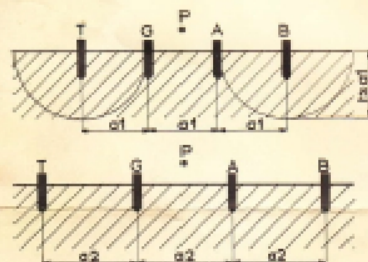

Fig. 5
- Mesure de la variation de la résistivité pour différentes profondeurs (Fig. 5)
On fait une première mesure comme le montre la figure 5, puis on décale d'un rang et on recommence la mesure. On décale encore d'un rang jusqu'à ce qu'on ait épuisé tous les piquets.